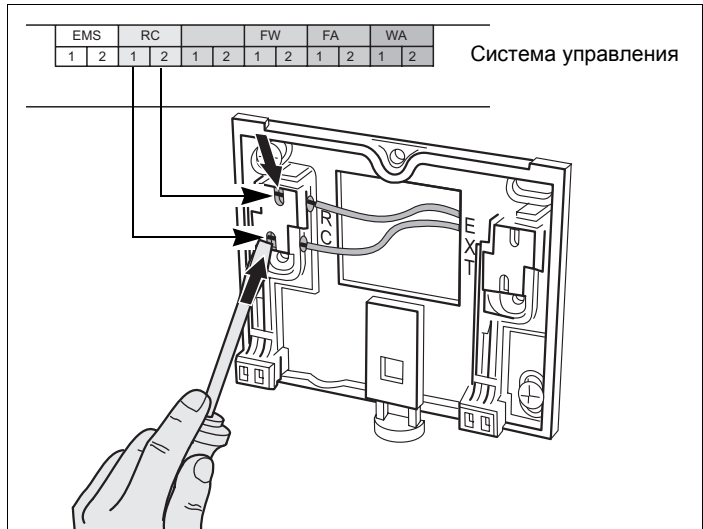

Рис. 6 Подключение/отключение электрических соединений
- Подключить двужильный Bus-кабель от отопительного котла (EMS) к клеммам "RC" (рис. 6). Полярность жил может быть любой.
- Чтобы вставить или освободить кабель, нужно нажать отверткой в шлиц кабельной клеммы (рис. 6).